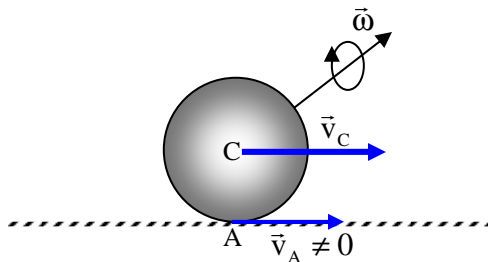

Fig.17 Como la velocidad del punto A, es distinta de cero hay deslizamiento.
**Ejemplo:** Una bola esférica de radio 10 cm, se desplaza por una superficie horizontal, con una velocidad de traslación de 2 m/s. y con una velocidad angular de 5 rad/s, fig.17. Determinése: